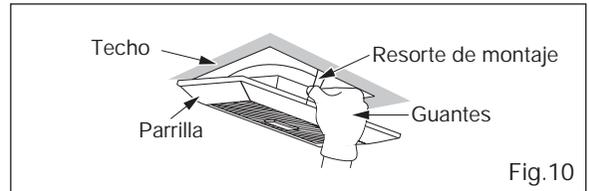

Fig.10
12. Inserte el otro resorte de montaje en la ranura como se muestra y monte la parrilla en el cuerpo del extractor. (Fig.10).